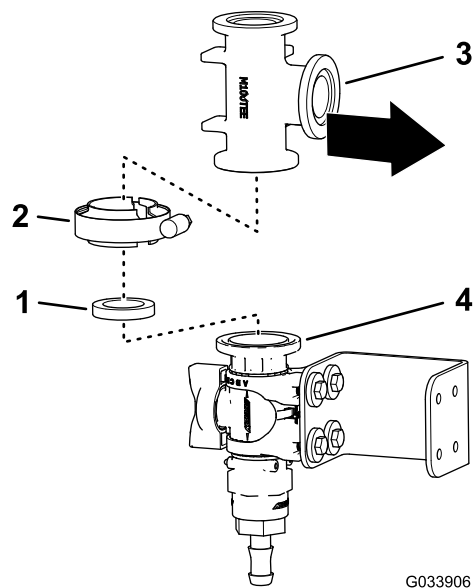

Figure 29
4. Alignez la bride du raccord en T et la bride de la vanne de commande comme montré à la Figure 29.
5. Fixez légèrement le raccord en T sur la vanne de commande avec un joint et un collier à bride (Figure 29).
4. Serrez à la main le collier à bride qui fixe la vanne de commande et le raccord en T (Figure 29), et le collier à bride qui fixe le raccord en T